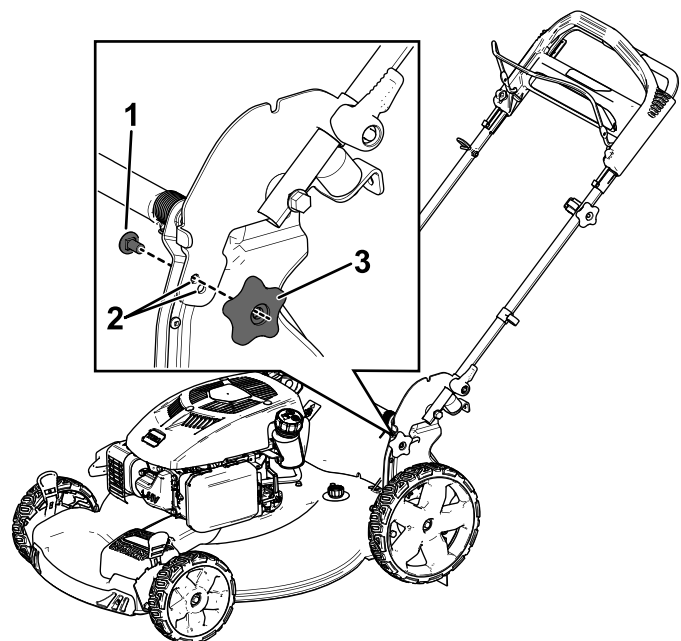

Figure 14
Vous pouvez élever ou abaisser le guidon à l'une des deux positions proposées, selon celle qui vous convient le mieux (Figure 14).
1. Retirez les deux boulons et boutons du guidon (Figure 14).